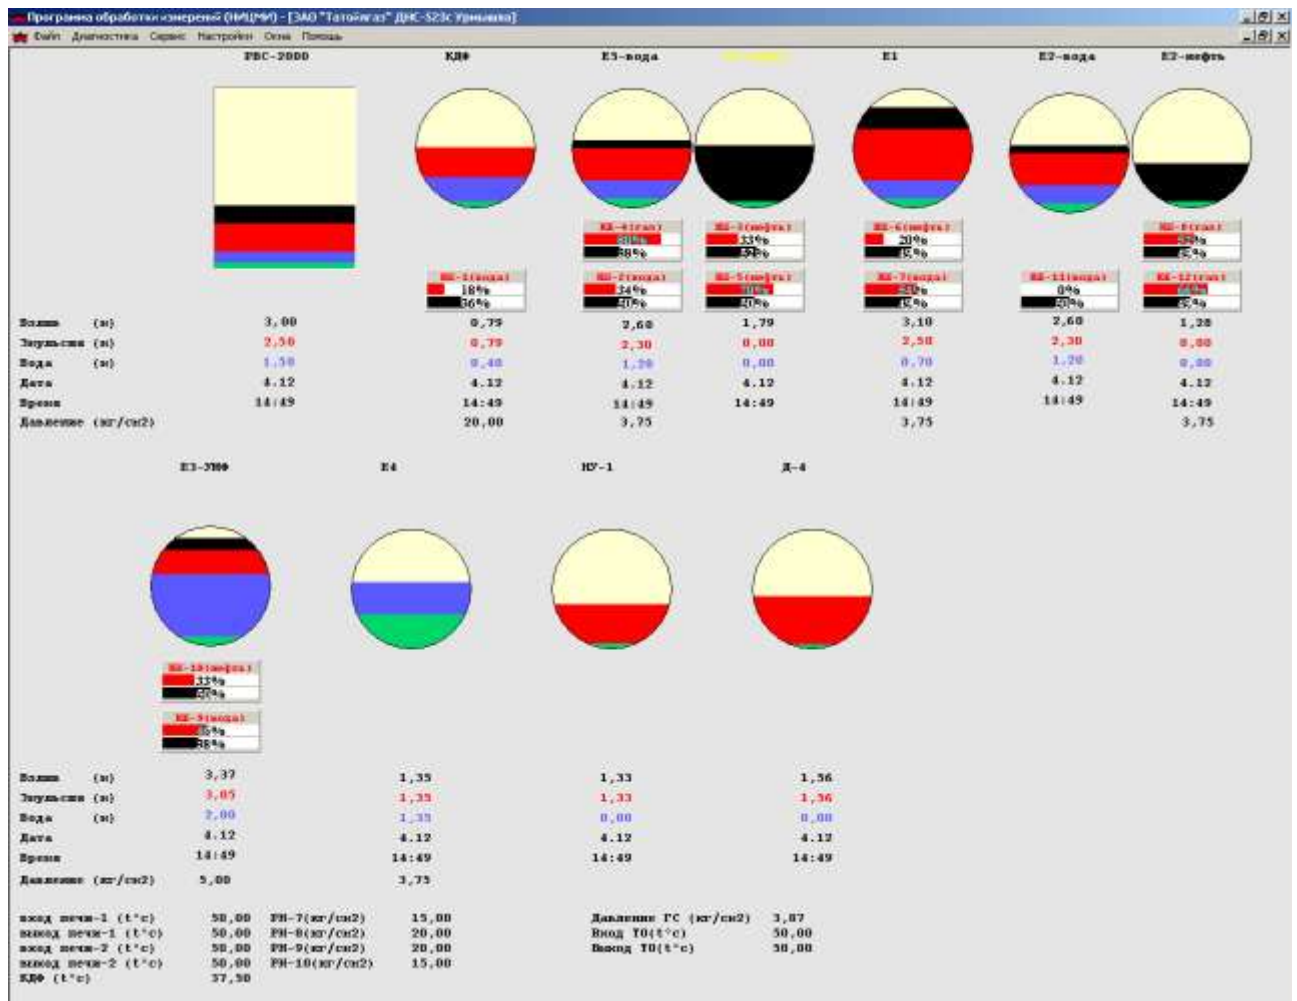

Рис.1
2.1. Включения системы УМФ300 в работу оператором возможно путем включения компьютера. Если компьютер включен и используется для других задач, то запуском программы “Mlevel” с иконки программы на рабочем. После загрузки программы на экране появится окно АРМ-оператора системы УМФ300 рис.1.